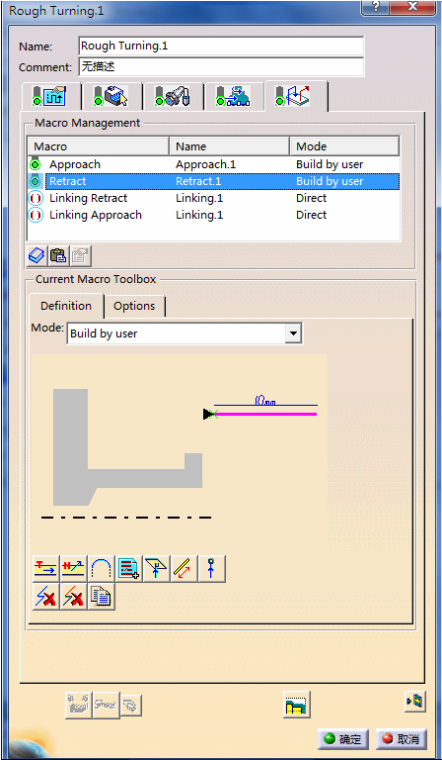

图 7-24 设置“Retract”参数（1）
- 在“Macro Management”区域中的列表框中选择“Retract”，单击鼠标右键，在弹出的快捷菜单中选择 Activate 命令，在“mode”下拉列表中选择“Build by user”，然后单击 Remove all motion 按钮  和 Add Tangent motion 按钮 ，设置“Retract”参数（2）如图 7-24 所示。